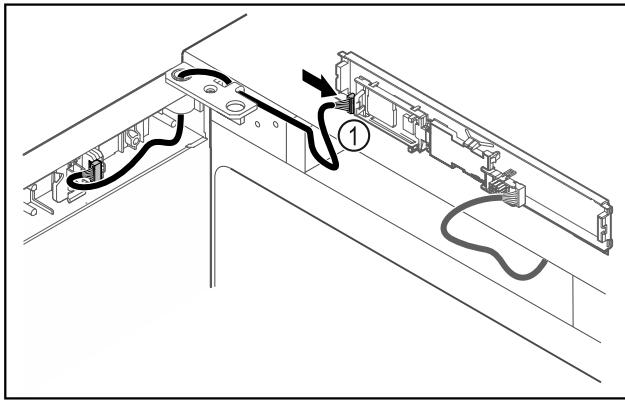

Fig. 48
- Lidhni spinën Fig. 48 (1) në qark.